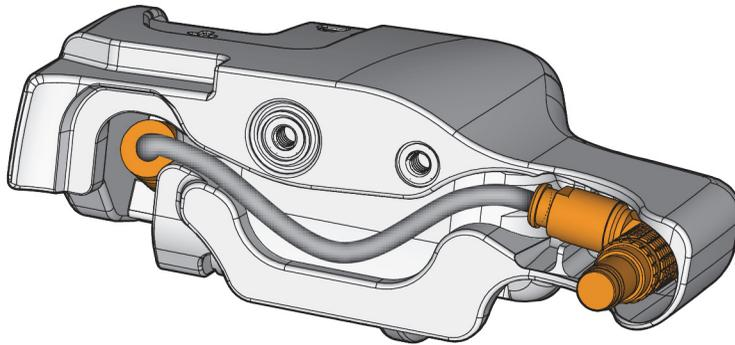

Figura 2-7 Direccionamiento del cable del codificador de indexación
3. Para esta instalación, ejecute los pasos anteriores de forma inversa. Asegúrese de que el cable del codificador esté adecuadamente direccionado dentro de la estructura del codificador (ver Figura 2-7 en la página 52).